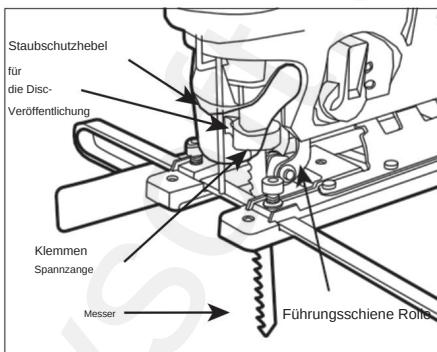

Abbildung 1
2. Sobald Sie das richtige Sägeblatt (separat erhältlich) ausgewählt haben, heben Sie die Staubschutzabdeckung an, um Er erlangte Zugang zum Klingentriegelungshebel. Siehe Bild 1 rechts.